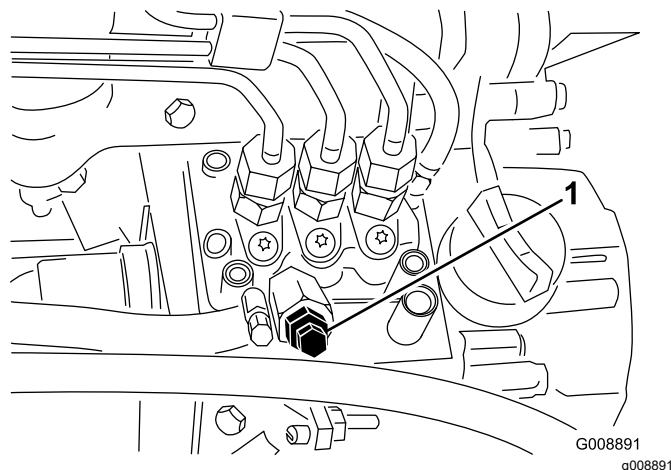

Bild 39
- Öffnen Sie die Entlüftungsschraube an der Kraftstoffeinspritzpumpe (Bild 39).